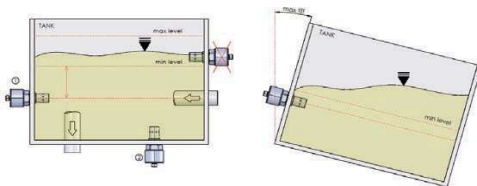

Fig. 3.2: Exemplo de instalação de montagem correta e incorreta do sensor em um tanque de óleo
- Quando o óleo é misturado de forma insuficiente no tanque, a água livre pode se depositar no fundo. O sensor na posição 1, portanto, não detectaria a água livre. Nesse caso especial, recomenda-se a posição de montagem 2 (consulte a Fig. 3.2)